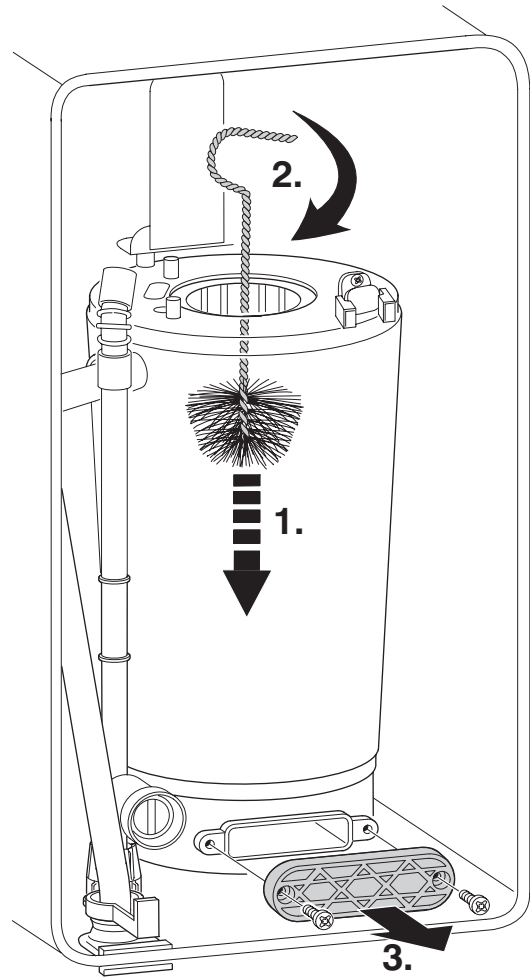

Fig. 84
- ▶ Pulire lo scambiatore primario con la spazzola (accessorio) procedendo dall'alto verso il basso, come da fase 1 e 2, in fig. 84.
- ▶ Togliere il coperchio del pozzetto di pulitura mediante le sue viti, come da fase 3, in fig. 84.